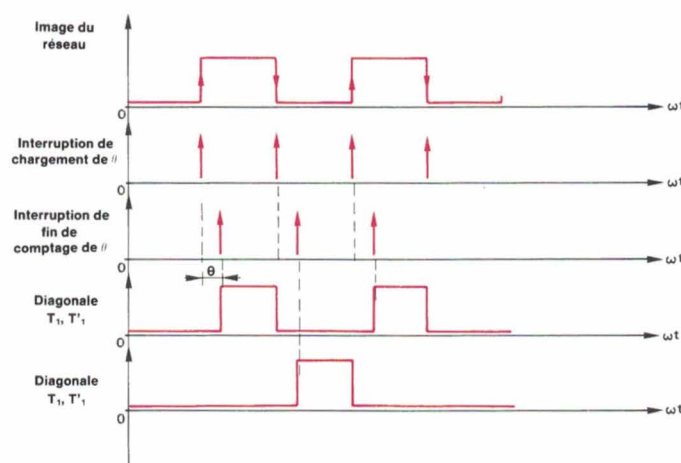

Fig. 5
- Une interruption due à la fin de comptage de l'angle  $\theta$  électrique à l'issue de laquelle la diagonale adéquate du pont sélectionné sera validée (fig. 5).